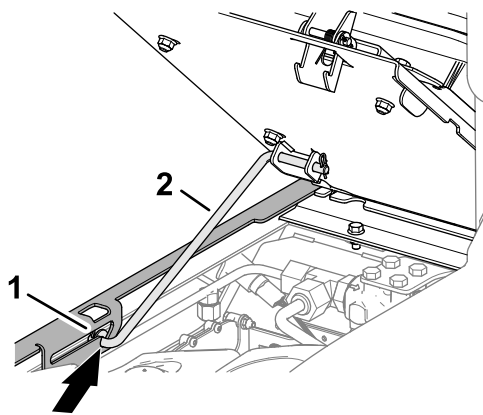

図 108
3. 支え棒を座席サポートのスロットの固定穴に確実に嵌める 図 108。